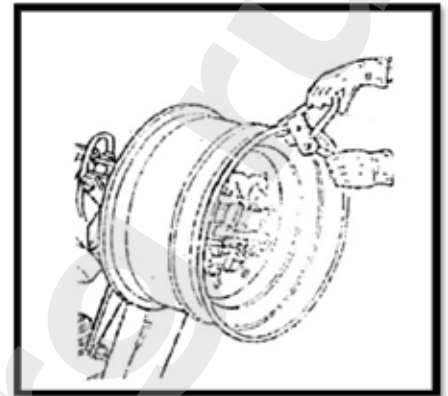

Рис. 13
- (1) Зафиксируйте обод с помощью гидравлического зажимного устройства.
- (2) Смажьте оба борта шины и края шины специальным смазочным материалом.
- (3) Установите тиски-зажим самой верхней точке на внешнем крае обода (рис. 13).
- (8) Переведите инструментальную консоль в нерабочее положение, опустите консоль, чтобы шина оказалась на платформе (17). Установите платформу так, чтобы образовался небольшой зазор, необходимый для выемки камеры.
- (9) Выньте камеру и снова поднимите колесо.
- (10) Переведите инструментальную консоль к внутренней части шины, разверните монтажный палец на 180° и опустите консоль в рабочее положение. Установите палец между ободом и бортом шины и вращайте колесо до тех пор, пока борт не окажется у переднего края обода.
- (11) Установите обод на расстоянии 4-5 см от инструмента.
- (12) Установите монтажный палец на 3 мм вглубь обода.
- (13) Установите монтировку между ободом и бортом шины справа от монтажного пальца (рис. 13).
- (14) Нажмите на монтировку, опустите колесо до тех пор, пока обод не окажется на расстоянии 5 мм от монтажного пальца. Вращайте колесо против часовой стрелки, чтобы полностью снять шину.